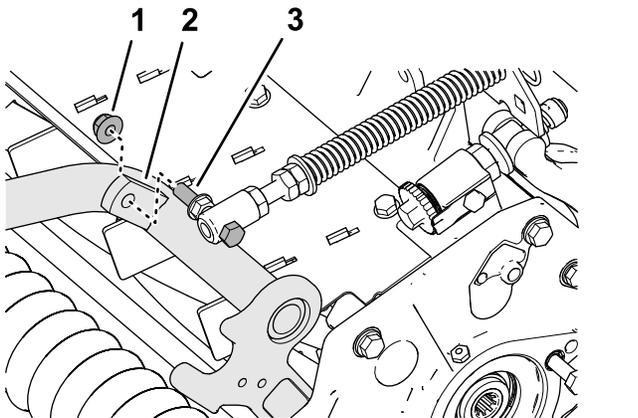

Рисунок 10
4. Установите колпачковый винт пружины компенсации состояния грунта на правый выступ несущей рамы (Рисунок 10) с помощью фланцевой контргайки (3/8 дюйма).